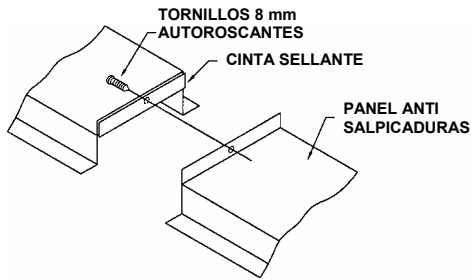

Figura 7 - Montaje Panel Anti-Salpicaduras
10. Unir y fijar los paneles anti-goteo usando tornillos autoroscantes de 6 mm. Para los equipos de acero inoxidable utilizar tornillos, tuercas y arandelas de 6 mm de acero inoxidable. (Ver figura 7.)